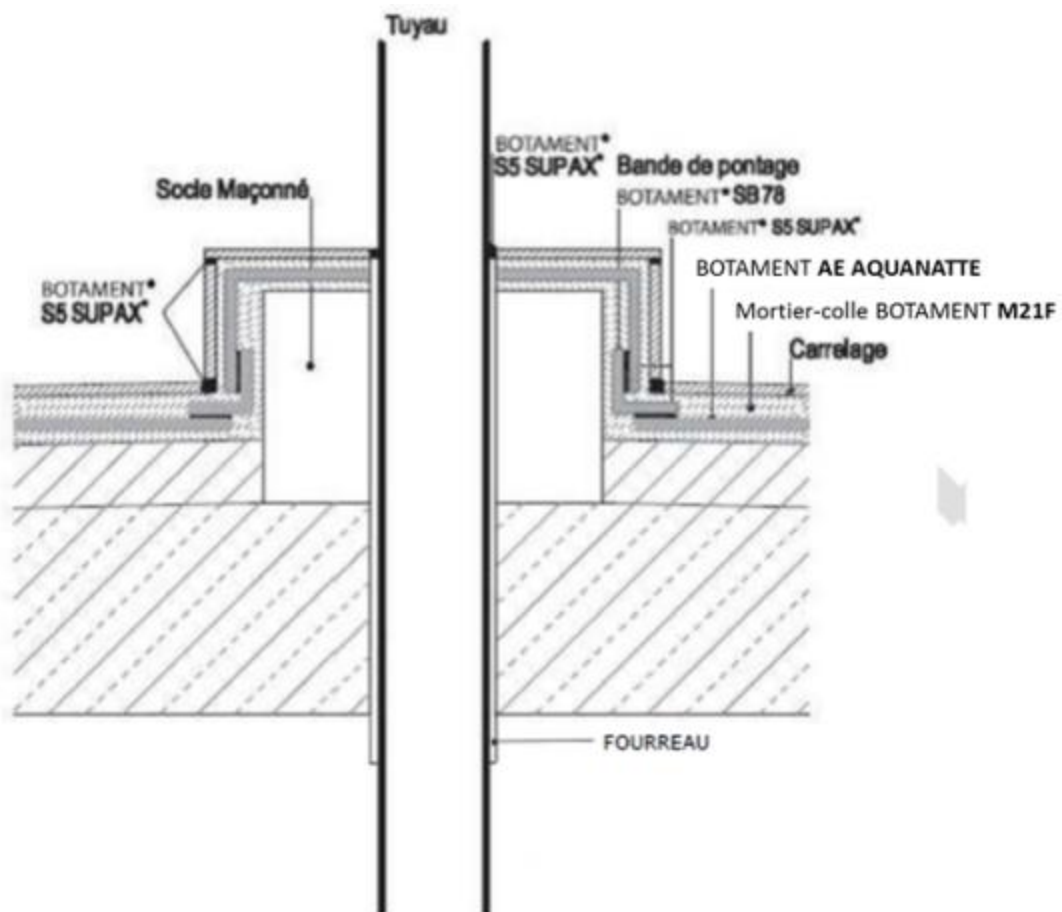

Figure 3 – Canalisation traversante
2.4.1.3.3. Canalisation traversante (figure 3)